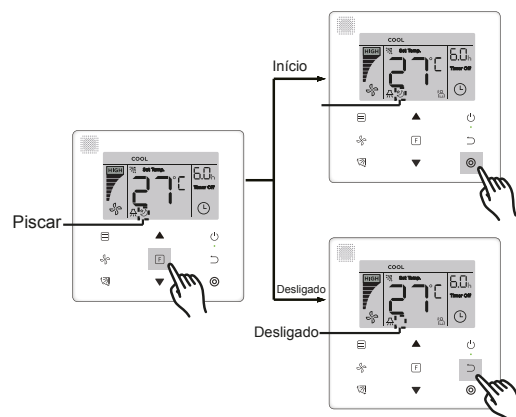

Figura 25
- Ligar/desligar a função “**Silencioso**”: pressione o botão **F** (Função) para alternar a função “**Silencioso**” (“**🔇**” pisca), e pressione o botão **⊙** para ligar a função ou o botão **⊃** para desligá-la (consulte a Figura 25).